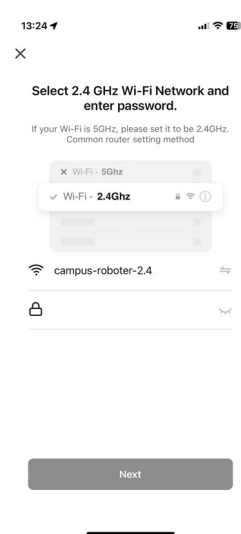

Fig. 3
- ▶ Nel passaggio successivo immettere la password della rete Wi-Fi (fig. 3), quindi toccare il pulsante **NEXT**.